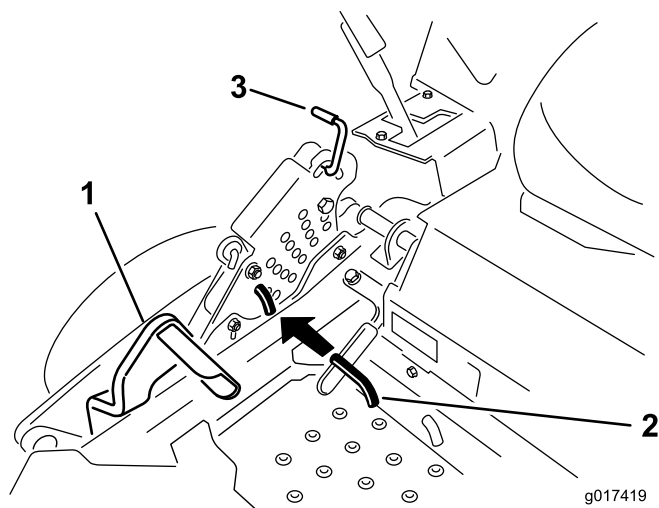

図 24
2. デッキ昇降ペダルを踏み込んでデッキを移動走行位置まで上昇させるこれは刈高 14 cm の位置と同じ 図 24。
3. 刈高ピンを 90 度回転させて刈高ブラケットから抜き取る 図 24。
4. 刈高ブラケットについている穴から、希望する刈高に対応する穴を見つけ、その穴にピンを通す 図 24。